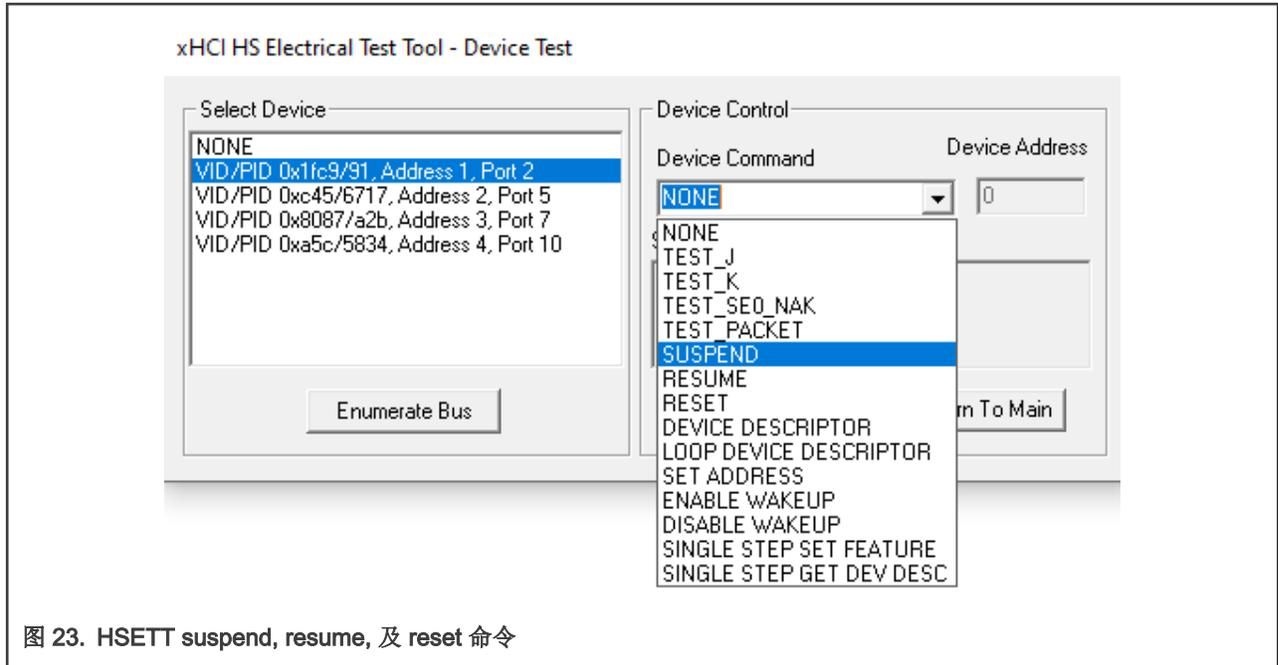

图 23. HSETT suspend, resume, 及 reset 命令
4. 如图 23 所示，选择正确的设备，从设备命令下拉菜单中选择 **SUSPEND**，然后单击执行一次以将设备置于挂起状态。示波器捕获的波形应该与软件中提示的波形相似，点击 **OK** 进行下一步。